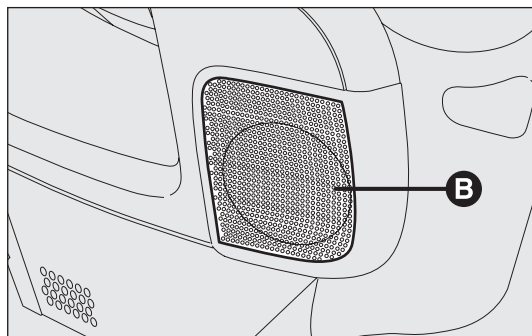

рис. 132
- ❑ 2 среднечастотных динамика В на передних дверях (диаметр 165 мм, мощность каждого 40 Вт) – рис. 132;